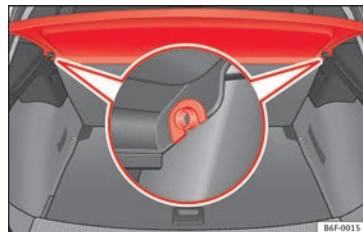

Abb. 166 Im Gepäckraum: Gepäckraumabdeckung aus- und einbauen.
- Drücken Sie die Abdeckung aus den Seitenhalterungen » Abb. 166 aus, indem Sie diese nach oben ziehen und herausnehmen.
- Führen Sie die Abdeckung horizontal ein, sodass das „Hufeisen“ über den Achsen der Halter » Abb. 166 liegt und drücken Sie die Abdeckung nach unten, bis sie einrastet.